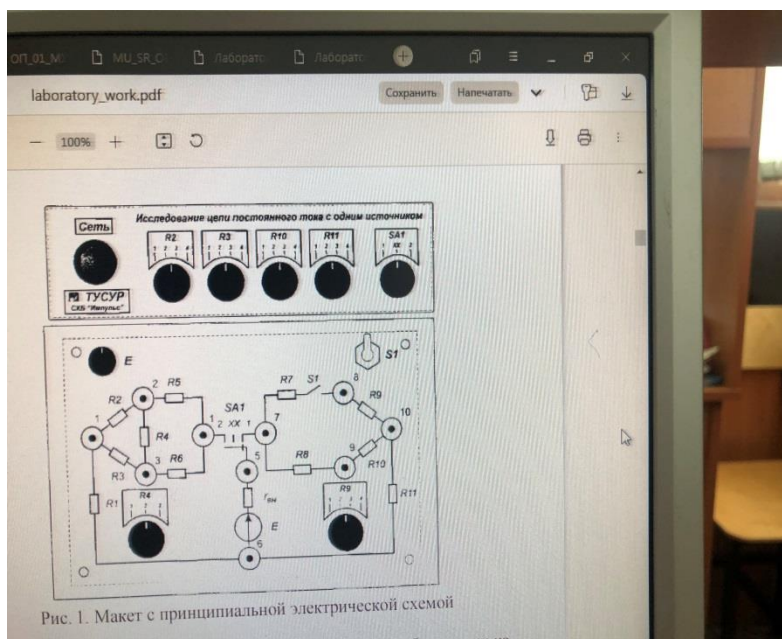

Рис. 1. Макет с принципиальной электрической схемой
4. Краткие теоретические сведения: Внешний вид лицевой панели макета со схемой электрической принципиальной приведен на рис. 1. Питание макета осуществляется от сети переменного тока 220 В, 50 Гц. Макет содержит один источник питания с внутренним сопротивлением $r_{вн}$ и электродвижущей силой (э.д.с.) E , которая может регулироваться с помощью соответствующего потенциометра в диапазоне от 1,5 В до 9 В, и ряд нагрузок (резисторов). Значения ЭДС по вариантам приведены в табл. 1. Значения сопротивлений нерегулируемых резисторов приведены в табл. 2, дискретно регулируемых – в табл. 3